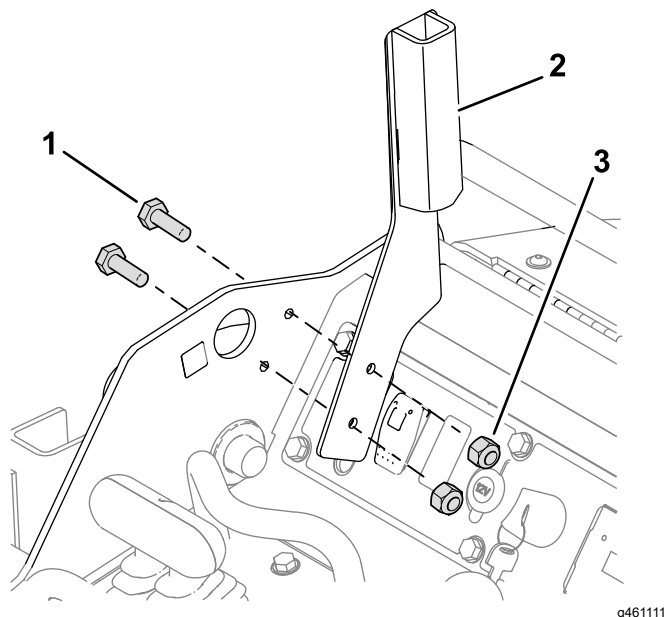
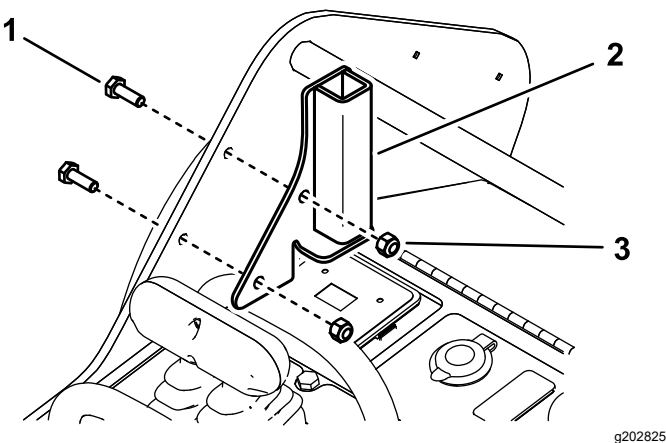

Рисунок 6
Рисунок 7
3. Установите левый кронштейн щитка, выбранный в разделе **2 Выбор подходящего кронштейна щитка (страница 2)**, на левую раму с помощью 2 болтов (1/4 x 3/4 дюйма) и 2 контргайк (1/4 дюйма), как показано на **Рисунок 6** и **Рисунок 7**.